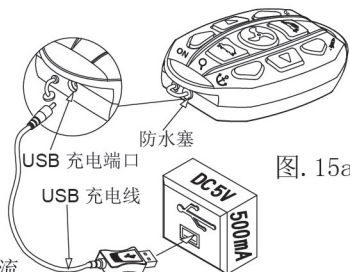

图. 15a
2. 遥控器电量饱和时可以连续使用约48小时，建议外出游玩时携带移动电源（如图. 15a）或另行购买我们的产品#59915：直流电源适配器（如图. 15b），可以给遥控器和手机充电！（如图. 15c）